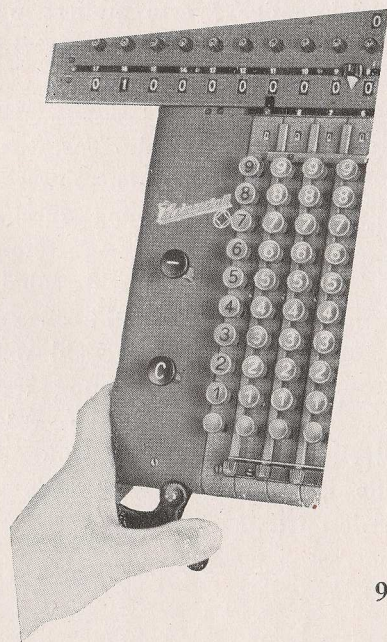

Abbildung 3
Der vor der Maschine angebrachte Sterngriff (19) dient in der Hauptsache dazu, das Umdrehungszählwerk (14) bei einem Rechenvorgang schnell von Stelle zu Stelle zu bewegen. Zweckmäßig legt man dabei die linke Hand an die Maschinenseite, während der Daumen bei Linksbewegung oben und bei Rechtsbewegung unten am Arm des Sterngriffes zieht (Abb. 3).